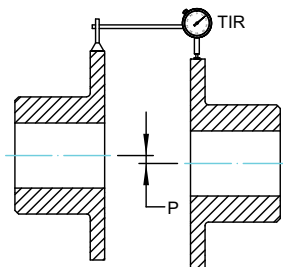

Figura 7 - Medición de la compensación paralela (TIR).
- 8.5. Cuando se mide la compensación paralela al hacer girar los bujes al mismo tiempo que los comparadores mecánicos, como se muestra en la Figura 7, la lectura total medida (TIR, por sus siglas en inglés) se debe dividir por (2) para calcular "P".